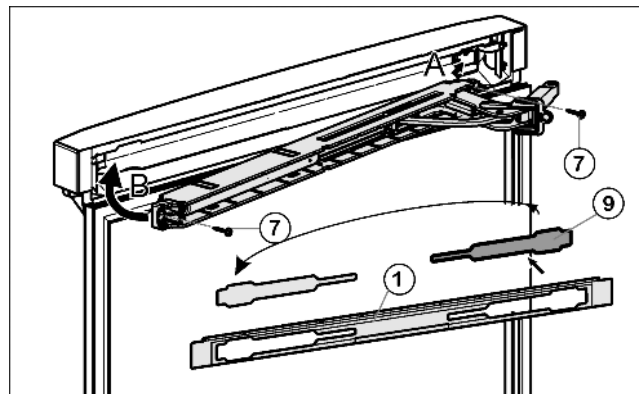

Fig. 17
- ▶ Abdeckung Fig. 17 (9) aus der Blende Fig. 17 (1) lösen und auf der anderen Seite wieder einsetzen.
- ▶ Obere Schließdämpfereinheit mit dem Gelenk an der Scharnierseite einhaken (A) und einschwenken (B).
- ▶ Schließdämpfereinheit festschrauben (2 mal Torx® 15) Fig. 17 (7).